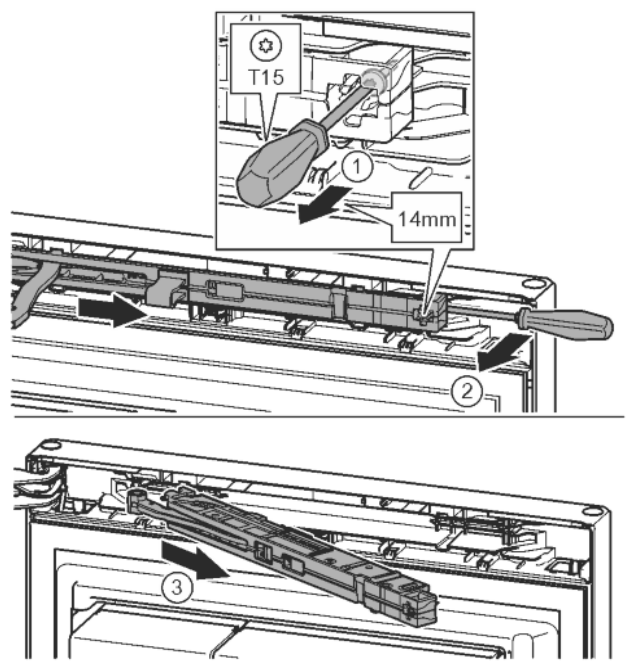

Fig. 12
- Odvijačem T15 otpustite vijak na jedinici prigušivača zatvaranja oko 14 mm. Fig. 12 (1)
- Umetnite odvijač na strani prijanjanja iza jedinice prigušivača zatvaranja i okrenite prema naprijed. Fig. 12 (2)
- Izvucite jedinicu prigušivača zatvaranja. Fig. 12 (3)